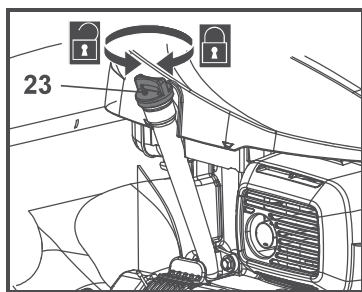

Fig. 8
1. Desaperte e remova a tampa do depósito de óleo (23) (Fig. 8).